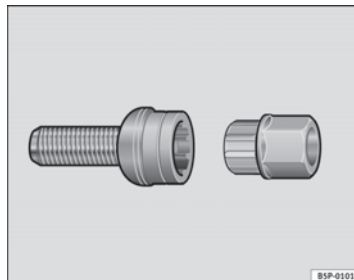

Abb. 148 Diebstahlhemmende Radschraube
- Setzen Sie den Adapter bis zum Anschlag in die diebstahlhemmende Radschraube ein ⇒ Abb. 148.